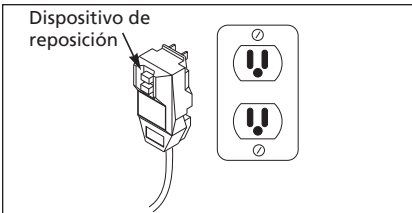

Figura 4 - Enchufe con tierra/botón de reposición
1. Enchufe el cable de corriente eléctrica a un tomacorriente con tierra de 120V y presione el botón de reposición como se muestra en la Figura 4.